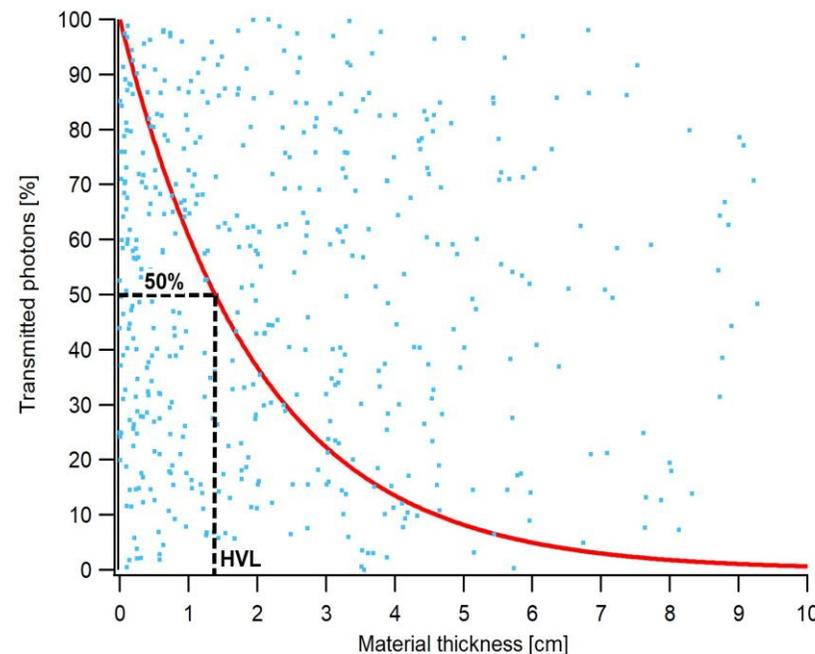

Fig. 12 – Camada semirredutora
- A CSR de um feixe de raios X é a espessura do material absorvente necessária para reduzir a intensidade do feixe à metade do seu valor inicial (Fig. 12).